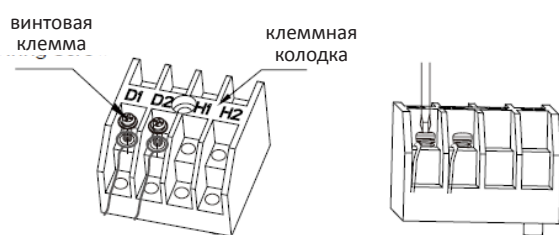

Рис. 5.3.1
(1) Отсоединить крышку электрической секции.
(2) Пропустить коммуникационный кабель через вводы.
(3) Подключить коммуникационный кабель к контактам D1 и D2 четырехконтактной колодки внутреннего блока, см. рис. 5.3.1.